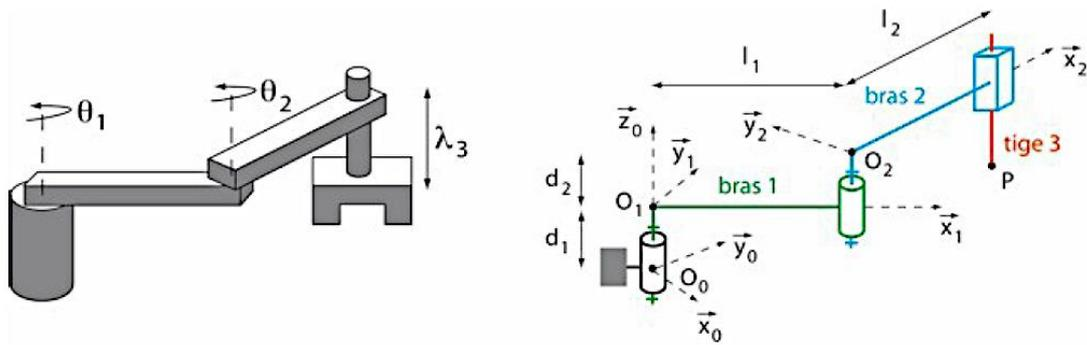

Figure 1 : schématisation et paramétrage du système SCARA
Le bras manipulateur est de type SCARA (*Selective Compliance Assembly Robot Arm*) ; c'est un système mécanique poly-articulé avec trois axes parallèles et une architecture en série (Figure 1). Il présente plusieurs avantages, notamment sa précision, sa rapidité, et sa très grande rigidité verticale.
Un schéma cinématique du système est proposé sur la Figure 1.
**Question 2 :** Déterminer l'hyperstatisme du modèle du système (Figure 1). Conclure sur la possibilité d'obtenir les différentes actions de liaison (leur calcul n'est pas demandé).